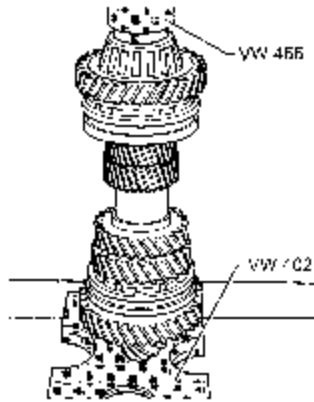

图 9-92 压入小圆锥滚柱轴承内圈
(5) 压入小圆锥滚柱轴承内圈时，按图 9-92 所示进行操作。